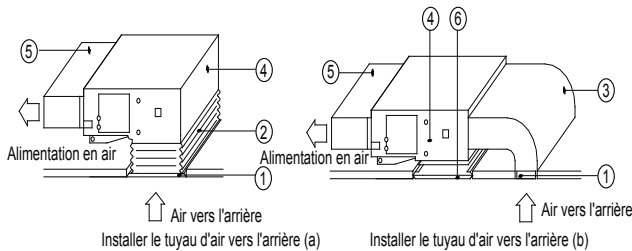

Figure 35 – Conduite de retour d'air
5. Pour choisir la méthode d'installation, tenez compte de l'état du bâtiment, de l'entretien, etc. (consultez la figure 35).